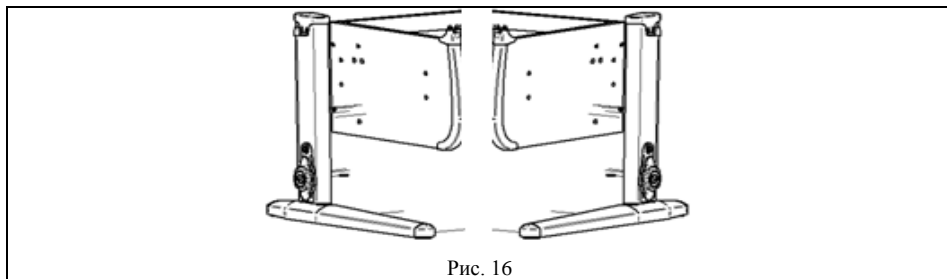

Рис. 16
4.3.1. Вставить левую стойку (сборка по п. 4.2.) в основание стола (сборка по п. 4.1.) согласно рис. 16.